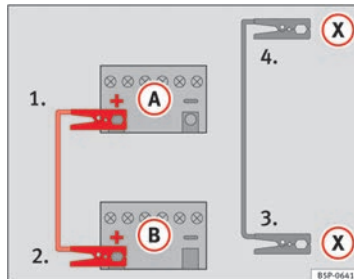

Abb. 202 Anschlussschema für Fahrzeuge mit Start-Stopp-System.
- Klemmen Sie ein Ende des *roten* Starthilfekabels an den Pluspol  $\oplus$  des Fahrzeugs mit der entladenen Fahrzeugbatterie  $\textcircled{A}$  an  $\Rightarrow$  Abb. 202.
- Klemmen Sie ein Ende des *schwarzen* Starthilfekabels  $\textcircled{X}$  an einen geeigneten Masseanschluss, ein massives, fest mit dem Motorblock verschraubtes Metallteil oder an den Motorblock selbst an  $\Rightarrow$  Abb. 202.